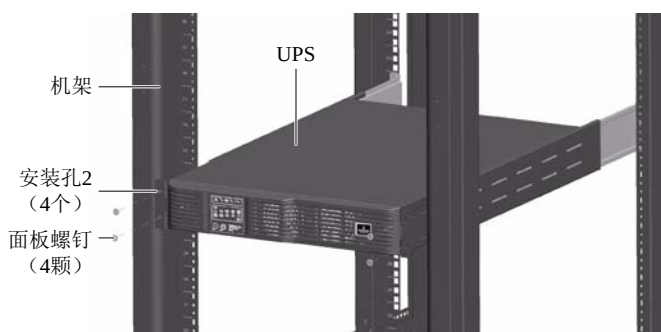

图2-12 安装 UPS 示意图
4. 将 UPS 置于机架的导轨上，推入 UPS 直到紧贴机架。使用面板螺钉（M6×16 螺钉，4 颗）将 UPS 通过挂耳的安装孔 2 固定在机架上，如图 2-12 所示。